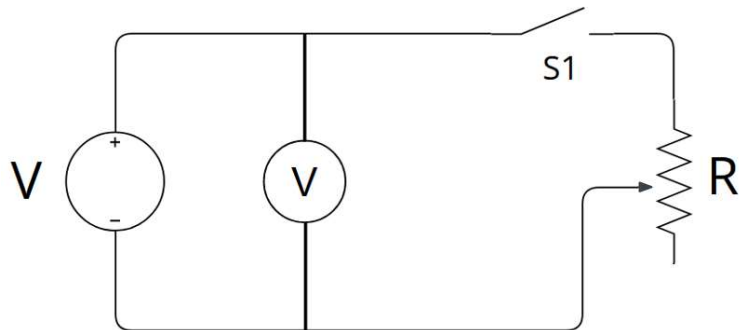

Fig. 1 Esquema eléctrico a implementarse en el laboratorio.
- 5.2. El instructor explicará detalladamente el procedimiento de armado del circuito de la Fig. 1 junto con los elementos de protección y maniobra, así como también la utilidad de los diagramas mostrados en las Figuras 2, 3 y 4.
- 5.3. Armar el circuito de la Fig. 1, con los elementos de protección y maniobra necesarios. El Instructor indicará el valor de la resistencia.